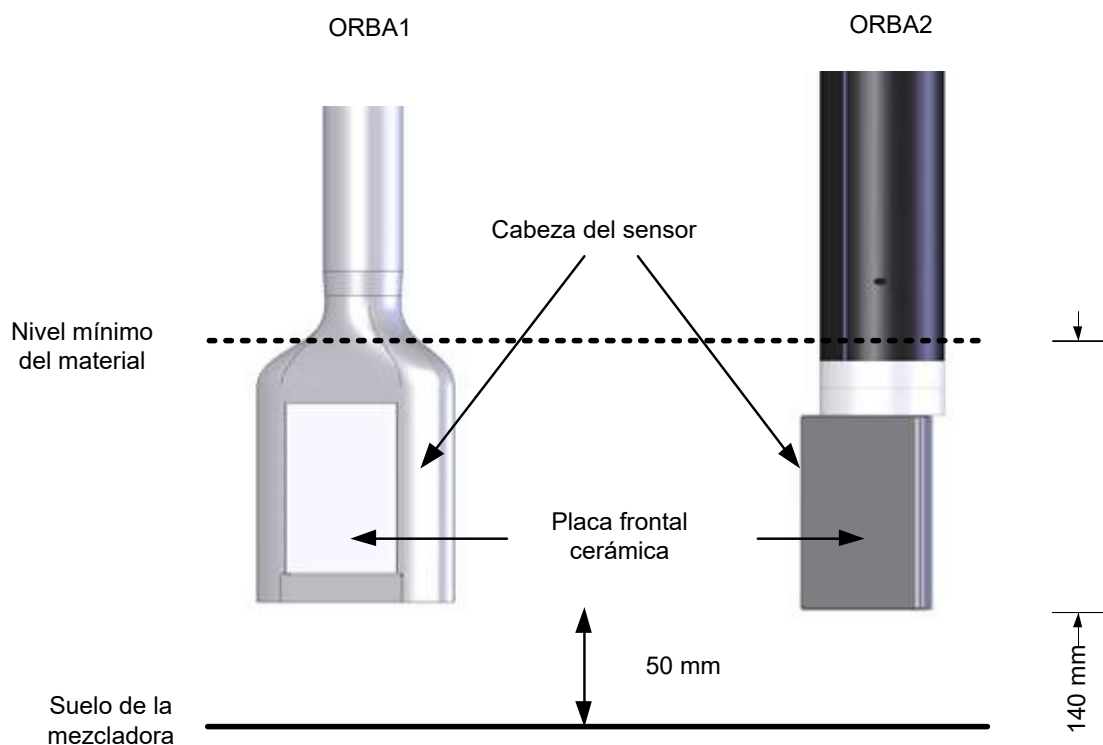

Ilustración 5: Ajuste de la altura del brazo de detección
- Los brazos de detección se encuentran disponibles en varias longitudes. El sensor debe montarse de modo que exista un hueco de 50 mm entre la parte inferior del brazo de detección y el suelo de la mezcladora (Ilustración 5).
La altura recomendada para las aplicaciones normales es de 50 mm sobre el suelo de la mezcladora (Ilustración 5). La altura puede ajustarse empleando el alineador de ángulos, que dispone de un ancho de 50 mm.